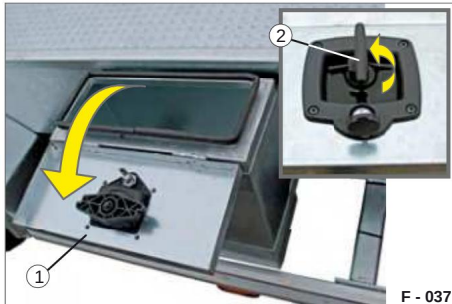

Fig. 63 Cassette degli attrezzi aperta
- ÿ Estrarre il dispositivo di bloccaggio (Fig. 63/2) e ruotarlo di 90.
- ÿ Aprire con cautela il coperchio (Fig. 63/1).